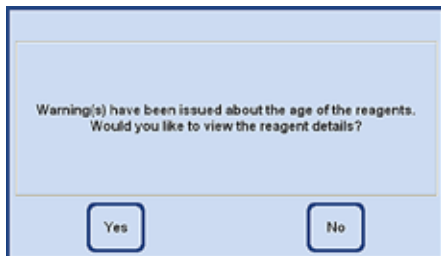

Fig. 223
- Dacă au fost depășite valorile de prag din starea reactivului, la sfârșitul programului de curățare apare un mesaj de avertizare în acest sens (Fig. 223).
- Dacă acest mesaj este confirmat cu **YES (DA)**, se deschide fereastra **REAGENT STATUS (STAREA REACTIVULUI)** în care puteți verifica valorile de prag.